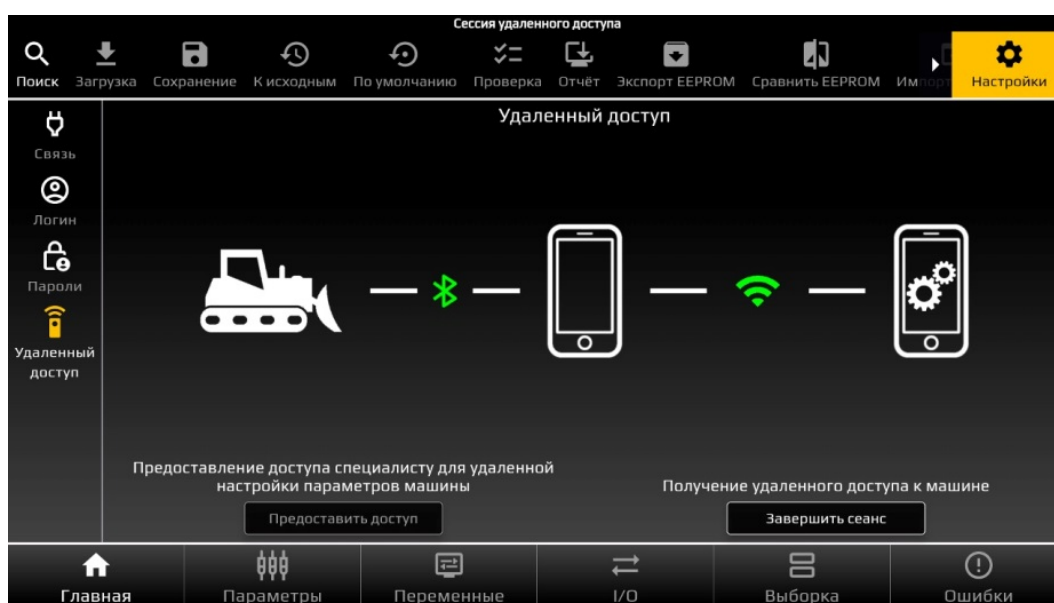

Рисунок 19. Сессия удаленного доступа
- ▶ специалист сервисной службы осуществляет удалённое подключение к машине клиента (рис. 19). Функциональность приложения в режиме удалённого доступа полная.